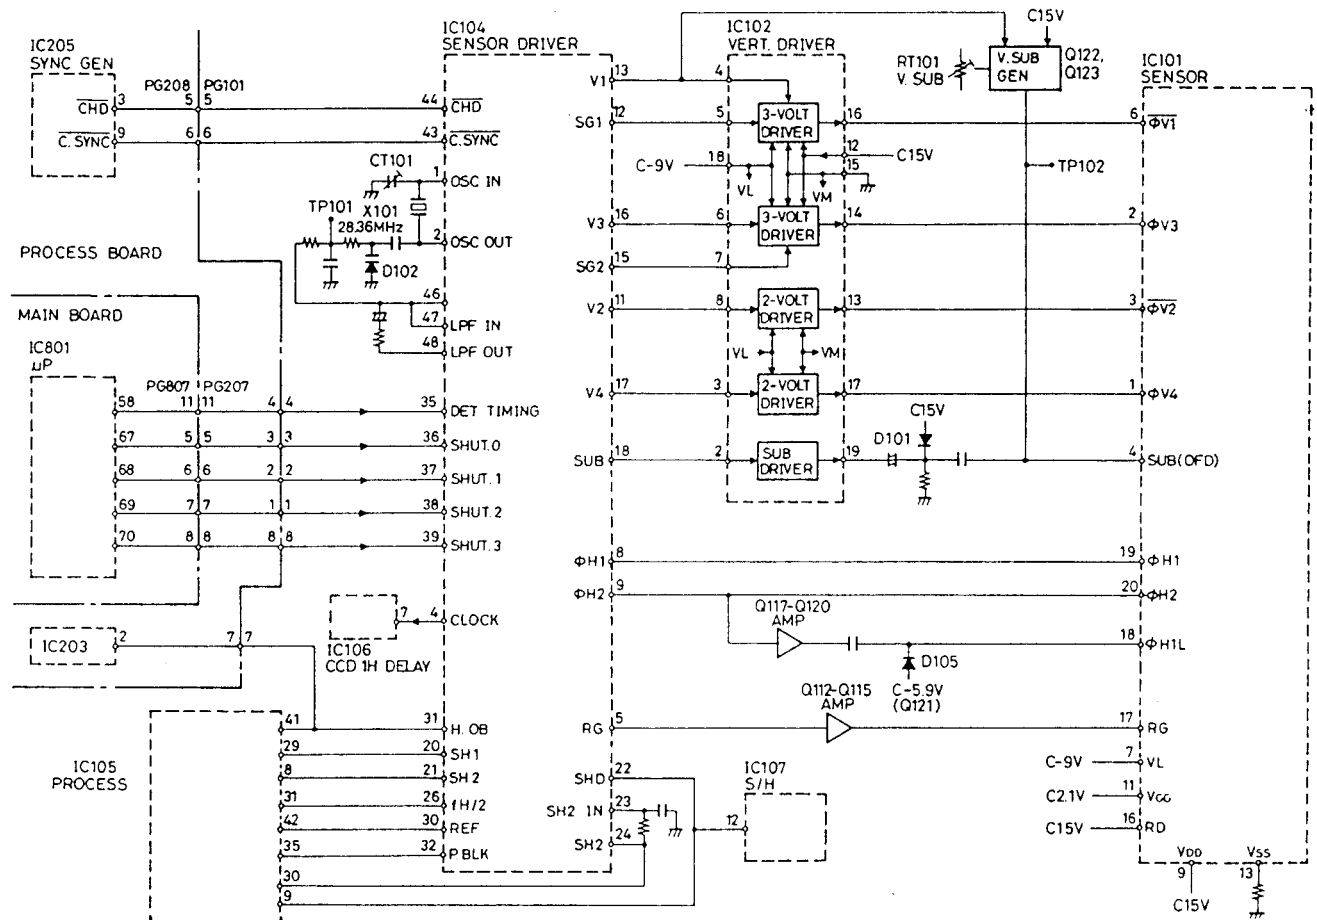

Abb. 2-4 Bildsensortreiber
4. Bildsensor-Treiberschaltkreis (Abb. 2-4 - 2-10)